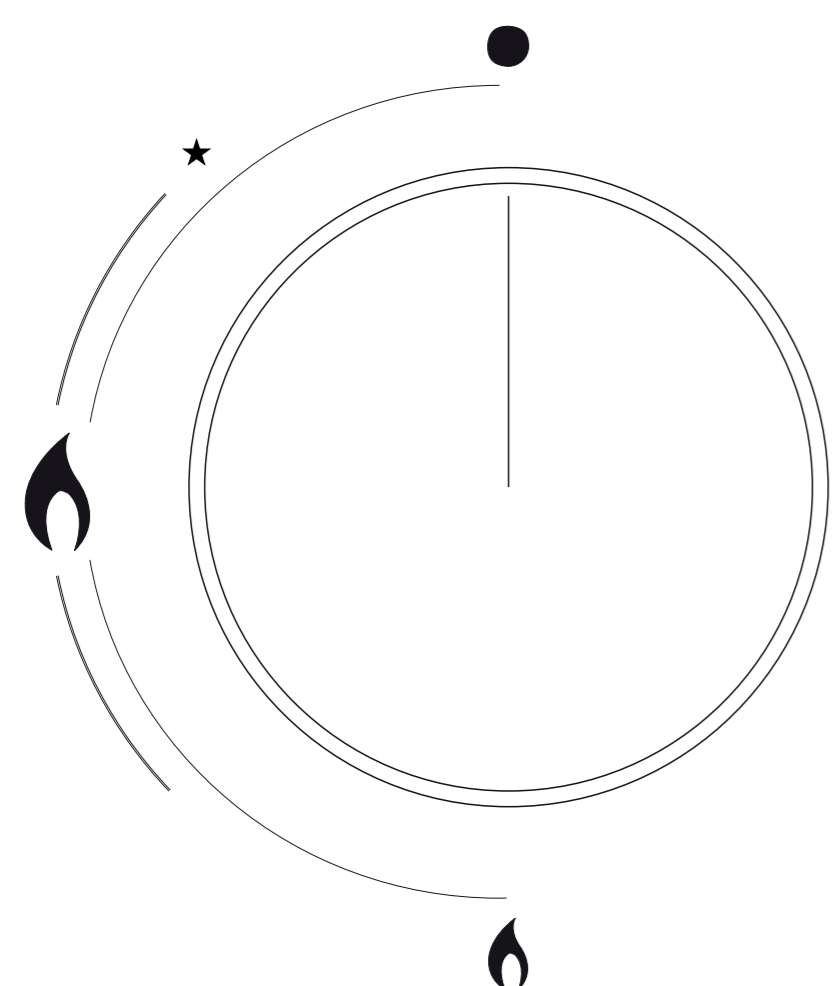

FIGURA 1
- Desligamento: o queimador será desligado quando o botão virar para a posição (Figura 1).